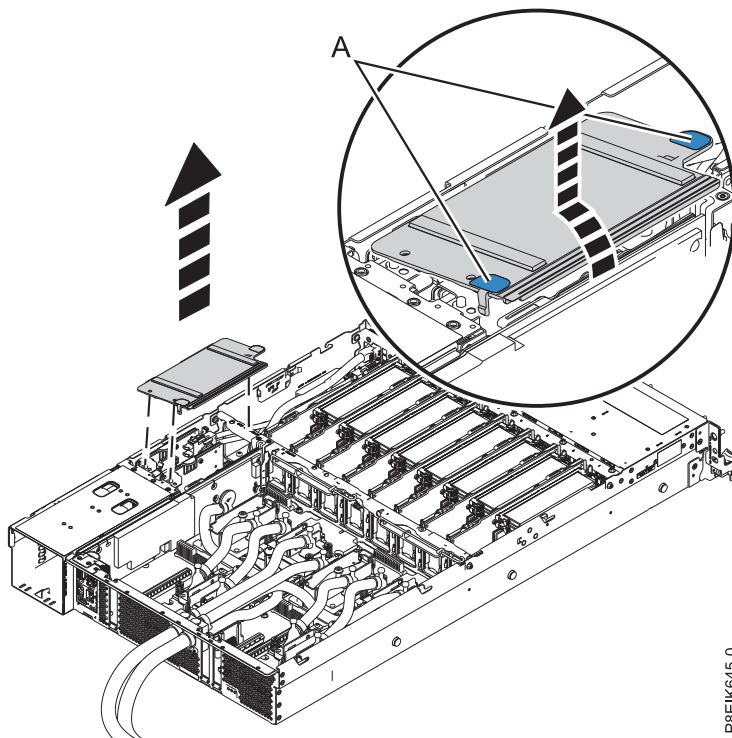

Figura 59. Extracción del deflector de aire de la tarjeta de expansión de alimentación
2. Extraiga el deflector de aire de la tarjeta de expansión de alimentación. Utilizando las pestañas azules (A), libere el deflector y levántelo del sistema. Consulte la Figura 59.